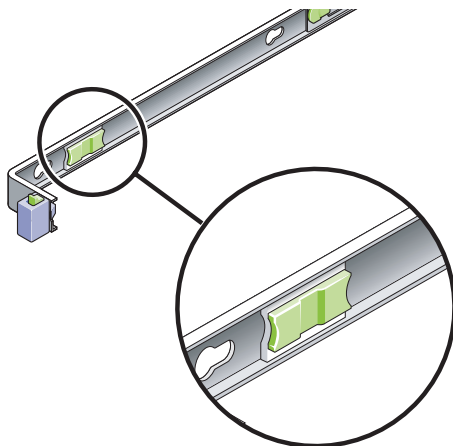

FIGURE 3-36 Bouton de déverrouillage du rail coulissant
7. Déverrouillez simultanément les deux boutons de déverrouillage des rails coulissants (FIGURE 3-36) et engagez le serveur complètement dans le rack.